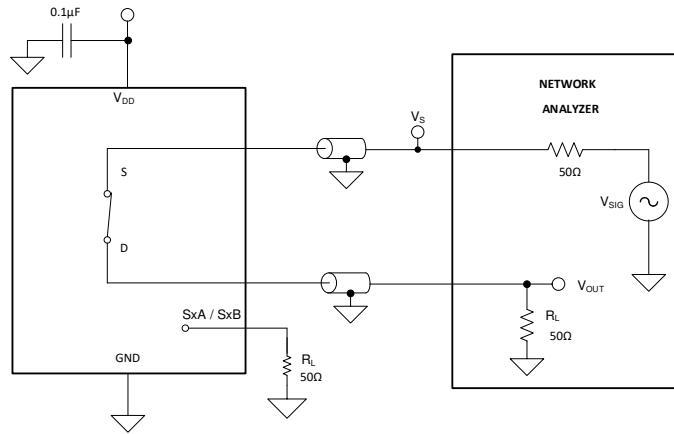

图 6-9. 带宽测量设置
带宽定义为当输入施加到开启通道的源极引脚 (Sx) 且输出在器件的漏极引脚 (D) 处测量时衰减小于 3dB 的频率范围。图 6-9 显示了用于测量带宽的设置。